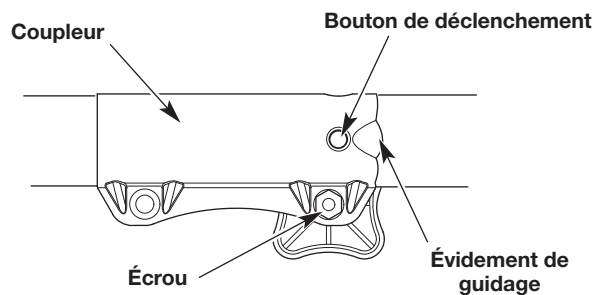

Fig. 2
REMARQUE : l'alignement du bouton de déclenchement avec l'évidement de guidage facilitera l'installation (Fig. 2).
REMARQUE : Ne pas serrer l'écrou (Fig. 2).
2. Appuyez et maintenez enfoncé le bouton de déclenchement (Fig. 2).